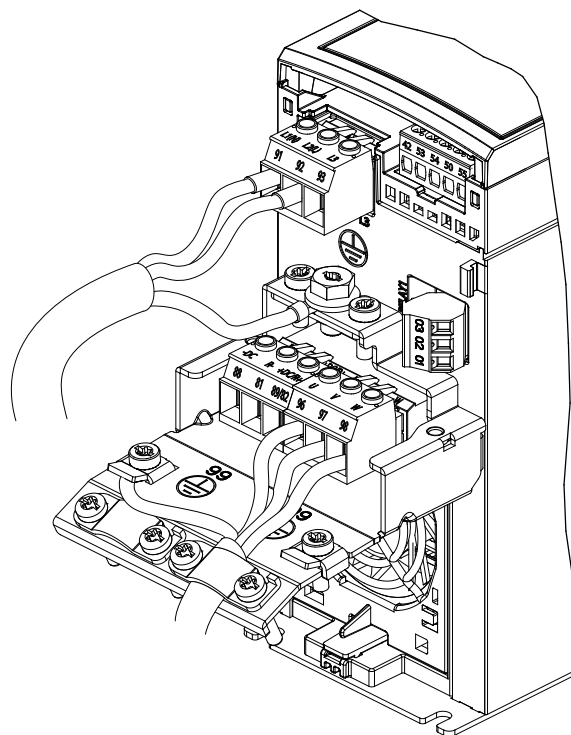
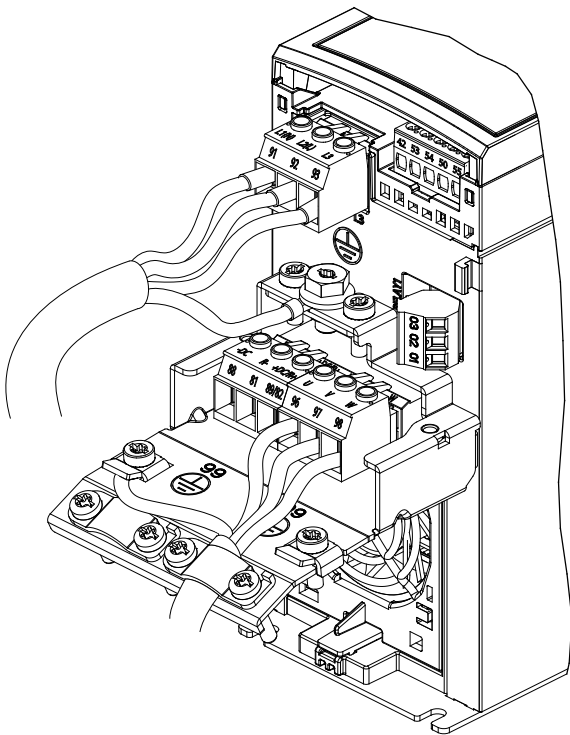

图 4.6 单相设备的主电源、电机和接地
图 4.7 3 相设备的主电源、电机和接地
单相和 3 相变频器的主电源、电机以及接地分别如图 4.6 和图 4.7 所示。实际配置可能随设备类型和选配设备的不同而存在差异。
1. 将交流输入电源电缆连接到单相设备的端子 N 和 L (请参阅图 4.6)，或连接到 3 相设备的端子 L1、L2 和 L3 (请参阅图 4.7)。